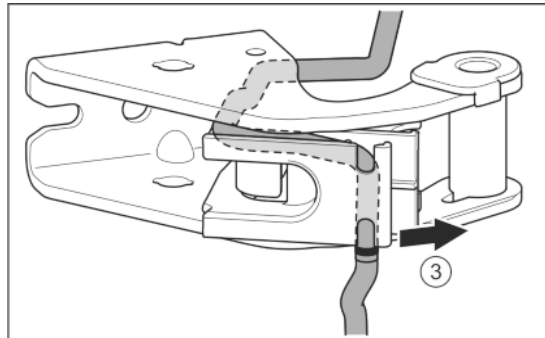

Fig. 28
- ▶ Sortir le câble du guide. Fig. 28 (3)